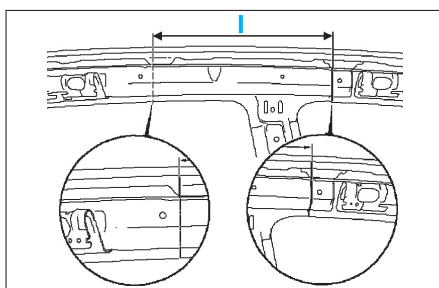

FIG. 69
- Découper le recouvrement intérieur de la partie supérieure de montant B : I = 380 mm (fig. 69).